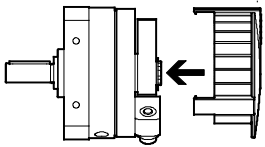

Fig. 19
9. 将 DSM 的护盖（如果有的话）重新扣在外壳的卡环上（Fig. 19）。在预设的断裂处折断后，无论缓冲器支架位于何处，都可安装护盖。请注意护盖的安装说明。